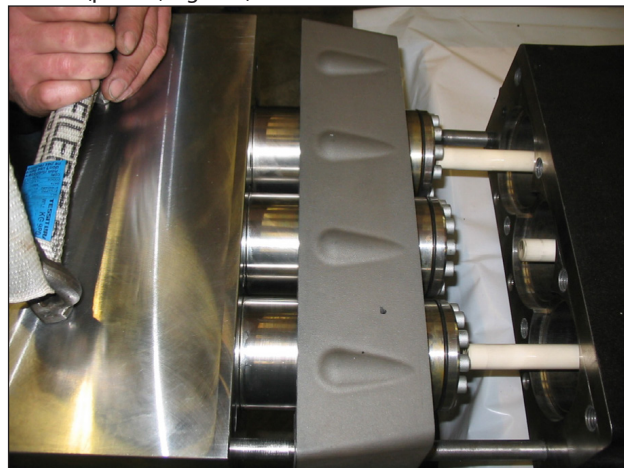

Fig. 109
Separe o cabeçote e o espaçador para camisas do carter da bomba (pos. ①, Fig. 109).